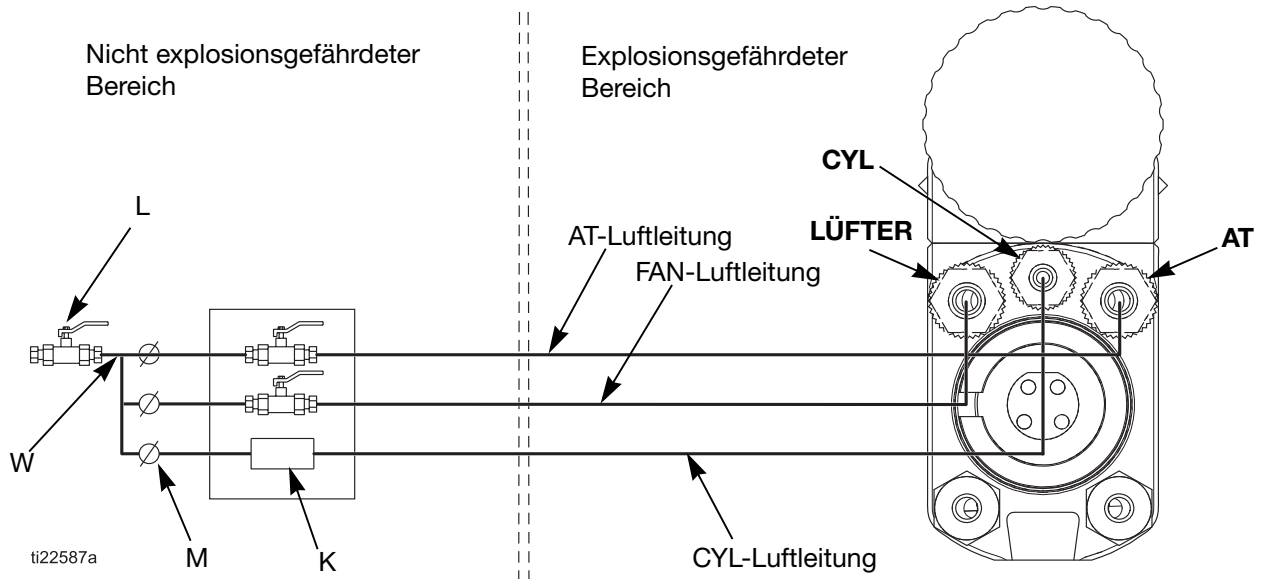

ABB. 11 Schematische Ansicht der Luftleitung
1. Lufthahn mit Entlastungsbohrung (L), Gebläse (FAN) und Zerstäuberluftleitungen (AT) montieren, um die gesamte Luftzufuhr zur Pistole abschalten zu können. Siehe ABB. 11.
1. Die Luftleitungen wie in **ABB. 11**, Seite 18 dargestellt anschließen.
- Die Luftleitungen wie in ABB. 11, Seite 18 dargestellt anschließen.
Die Luftleitungen wie in ABB. 11, Seite 18 dargestellt anschließen.